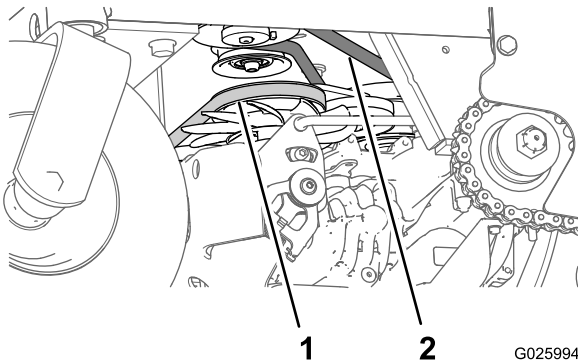

Figure 54
3. Contrôlez l'état et la tension de la courroie d'entraînement de la pompe auxiliaire (Figure 54).
4. Contrôlez l'état de la courroie d'entraînement de transmission (Figure 54).